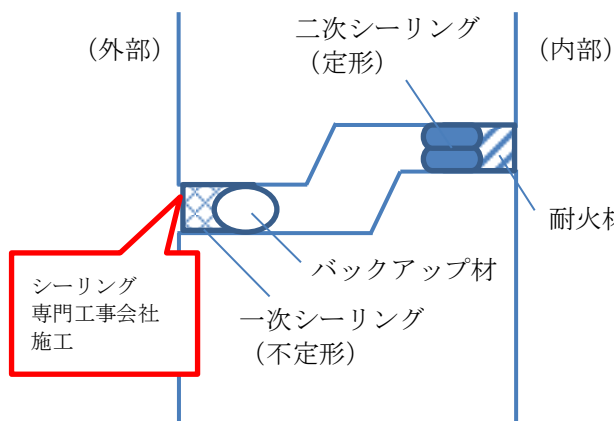

図9 クローズドジョイント縦断面
(3) 雨仕舞の機構による分類
① クローズドジョイント方式（非等圧目地）（図9・10）